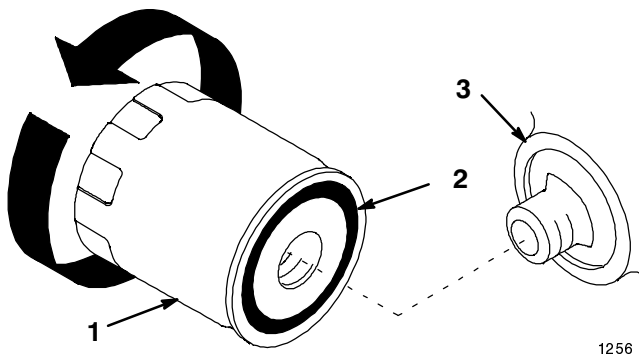

Abbildung 49
2. Den Hinterachsenfilter entfernen und die Dichtungsfläche des Filteradapters (Abb. 49) abwischen.
3. Eine dünne Schicht neues Öl auf die Gummidichtung am Austauschfilter geben (Abb. 49).
4. Den Austauschfilter am Filteradapter anbringen. Den Filter im Uhrzeigersinn drehen, bis die Gummidichtung den Filteradapter berührt. Dann den Filter um eine weitere 3/4 Umdrehung festziehen (Abb. 49).